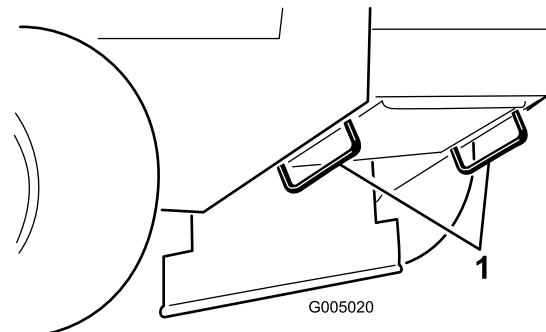

Figure 11
- Servez-vous des points d'attache en métal de la machine pour arrimer solidement la machine sur la remorque ou le véhicule utilitaire avec des sangles, des chaînes, des câbles ou des cordes (Figure 11).